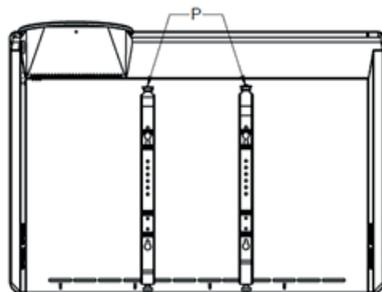

Рис. 4 Задняя панель обогревателя
- Опустите вниз две задвижки «Р» (см. рис. 4) на задней панели обогревателя, и потяните прибор на себя.